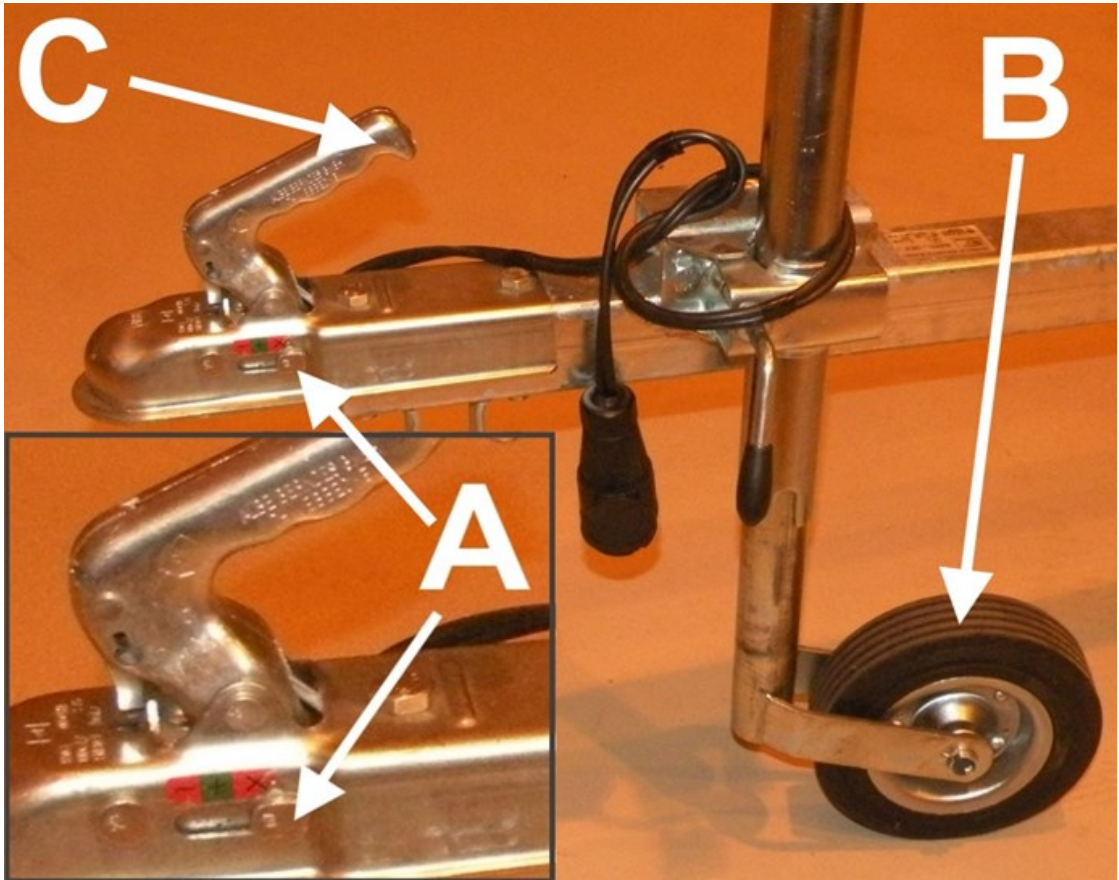

Bild 11.
2. Sänk ner stödhjul B (bild 11) och spänn den i det nedre läget (kapitel 2.3).
3. Lyft kulkopplingen från dragkroken med hjälp av handtag C (bild 11); den lösgörs från bilens dragkrok när markör A (bild 11) är till höger, som på bild 11.